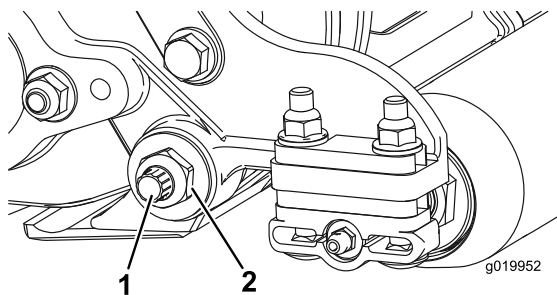
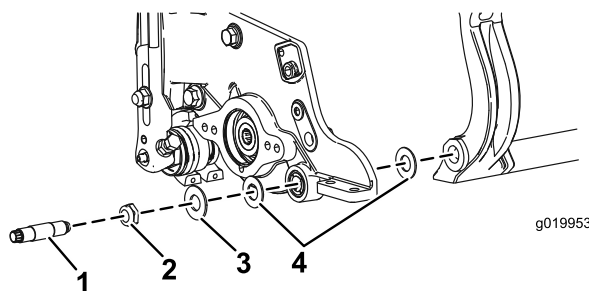

图26
图27
3. 在机器的另一侧，松开固定底刀架螺栓（图26）的锁紧螺母。
4. 拆下两个底刀架螺栓，向下拉动底刀架并从机器螺栓（图26）上拆下来。取下底刀架（图27）各端的 2 个尼龙和 1 个印花钢垫圈。
2. 用底刀架螺栓（螺栓上带有螺母）和 6 个垫圈将底刀架固定在两个侧板上。将尼龙垫圈放在侧板凸起的一侧。将钢垫圈放在每个尼龙垫圈的外侧（图27）。上紧底刀架螺栓扭矩至 37~45Nm。均匀旋紧两端的锁紧螺母，直至用手无法再旋动外部钢垫圈。然后旋松锁紧螺母，直至刚刚可以用手旋动外部钢垫圈，但底刀架不再轴向串动。
9. 用底刀架螺栓 (螺栓上带有螺母) 和 6 个垫圈将底刀架固定在两个侧板上。将尼龙垫圈放在侧板凸起的一侧。将钢垫圈放在每个尼龙垫圈的外侧 (图29)。上紧底刀架螺栓扭矩至 37~45Nm。均匀旋紧两端的锁紧螺母, 直至用手无法再旋动外部钢垫圈。然后旋松锁紧螺母, 直至刚刚可以用手旋动外部钢垫圈, 但底刀架不再轴向串动 (图27)。